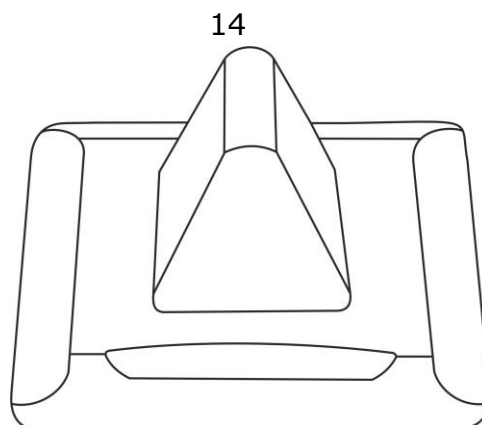

Рисунок 5.9. Сигнальная лампа GC-0611W4
2. Сигнальная лампа GC-0611W4 (рис.5.9). Сигнальная лампа имеет влагозащищенность по группе IP54.